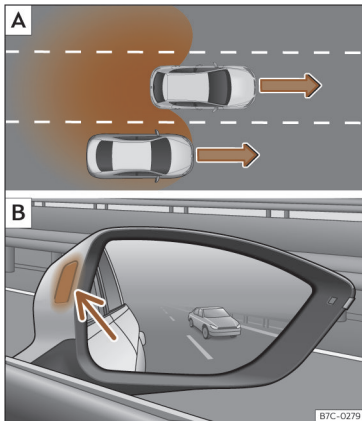

Fig. 123 Représentation schématique :
Dans les situations suivantes, une indication apparaît sur le voyant de contrôle >>> **fig. 122** **B** (flèche) ou >>> **fig. 123** **B** (flèche) :
- Lorsque le véhicule dépasse un autre véhicule >>> **fig. 123** **A** en cas de différence de vitesse d'environ 10 km/h (6 mph). Si le dépassement est considérablement plus rapide, aucune indication ne s'affiche.